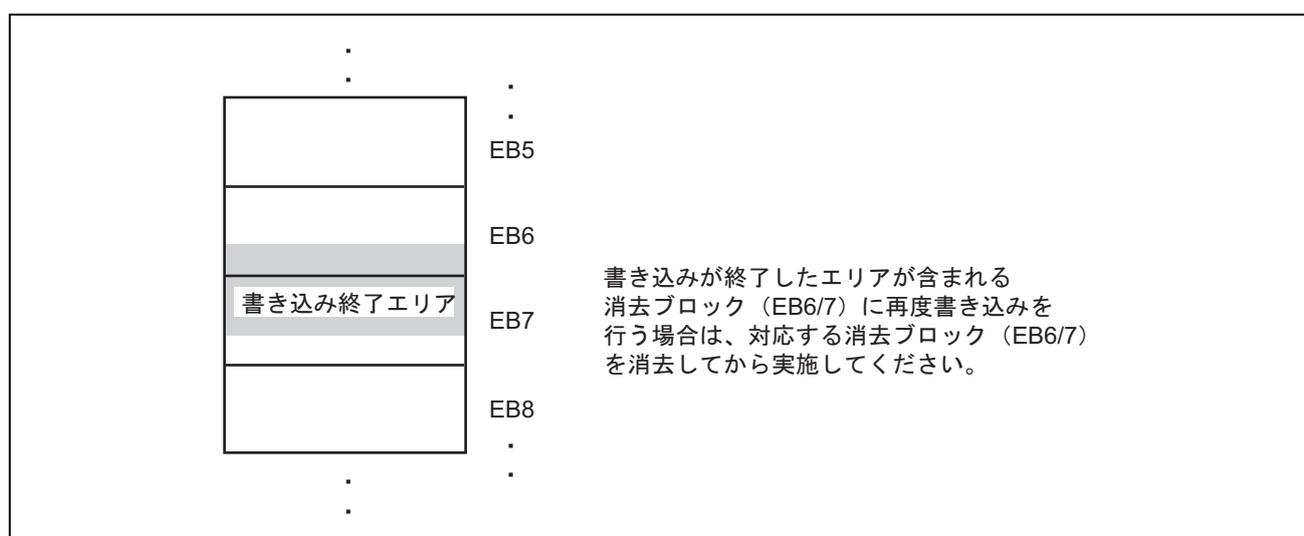

図 24.9 書き込みが終了したエリアが含まれる消去ブロック例
4. 「書き込み準備通知」を受信すると、書き込みデータ待ち状態に遷移します。書き込みコマンド送信後、書き込み先の先頭アドレス、書き込みデータを送信してください。書き込み終了後、書き込み先の先頭アドレスをH'FFFFFFFに設定して送信してください。これにより書き込みデータ待ち状態から、書き込み/消去コマンド待ち状態に戻ります。いったん、書き込み終了コマンドを発行した、書き込み終了エリアが含まれる消去ブロック内に、再度書き込みを行う場合、対応する消去ブロックを消去してから実施してください。図24.9に書き込みが終了したエリアが含まれる消去ブロックの例を示します。「消去準備通知」を受信すると、消去ブロックデータ待ち状態に遷移します。消去コマンド送信後、消去ブロック番号を送信してください。消去終了後、消去ブロック番号をH'FFに設定して送信してください。これにより消去ブロックデータ待ち状態から、書き込み/消去コマンド待ち状態に戻ります。なお、消去の実行は、ブートモードでいったん書き込んだ後に、リセットスタートせずに特定のブロックのみを書き換えるときに使用してください。1回の操作で書き込みができる場合は、書き込み/消去コマンド、それ以外のコマンド待ち状態の遷移前に全ブロックの消去が行われていますので本消去操作は必要ありません。書き込み/消去コマンド以外に、ユーザマット/ユーザブートマットのサムチェック、ブランクチェック（消去チェック）、メモリリード、および現在のステータス情報取得のコマンドがあります。